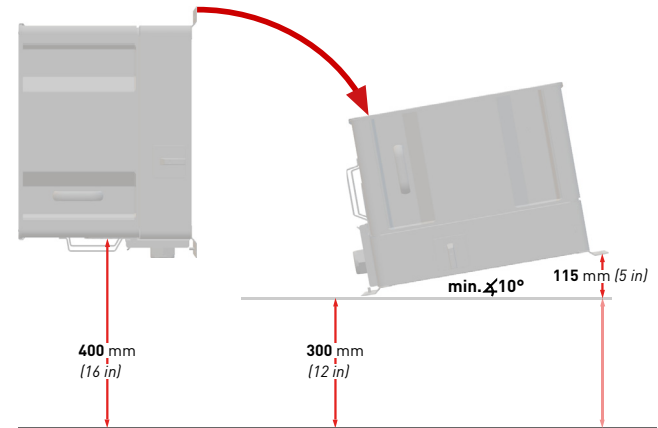

Fig. 5: Vertikale und horizontale Installation
- a)** Im Anschlussbereich mindestens einen Abstand von 300 mm zum Boden einhalten (siehe Abb. 5).